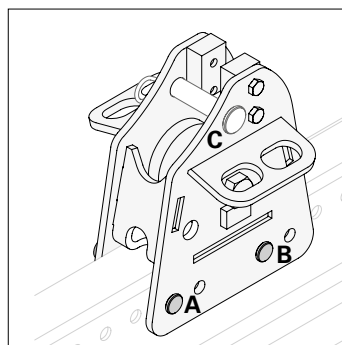

Fig. A10.02a
1. Sæt bjælkeholderen (36) på teltbjælken (28).
2. Hver pasbolt (36.1) og fjedersplit (36.2) i A + B – 2x fastgøres. (Fig. A10.02a)